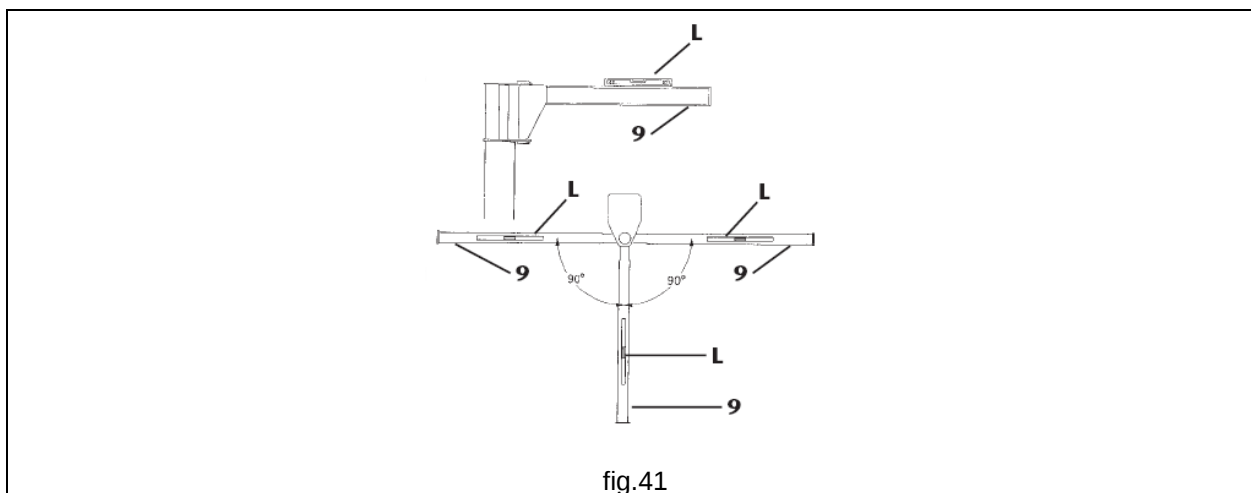

fig.41
8. Comprobar la planeidad del brazo **9** con la ayuda de un nivel de burbuja **L**. Realizar este control girando el brazo **90°** a la izquierda y a la derecha (fig.41).